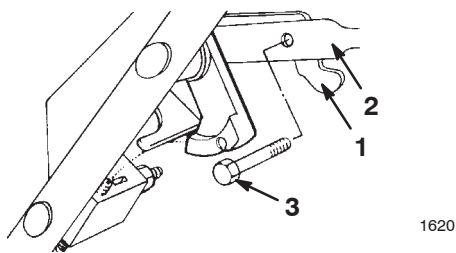

Figure 5
- Fixez le levier de commande à la barre de commande au moyen d'un boulon et d'un contre-écrou (Fig. 5).